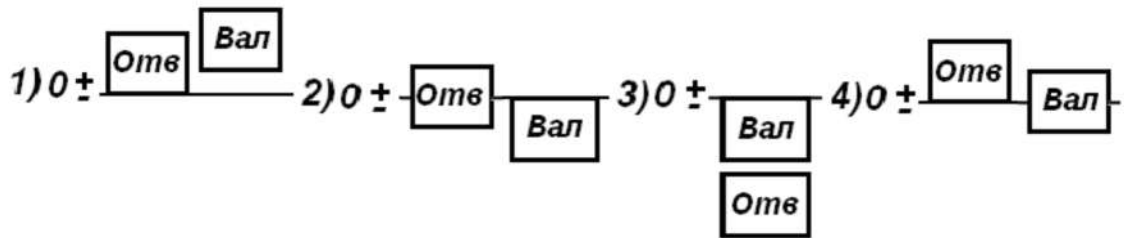

Рис. 1.22. Поля допусків до запитання 40
40. На якій схемі (рис. 1.22) показана перехідна посадка у системі отвору з симетричним полем допуску вала?